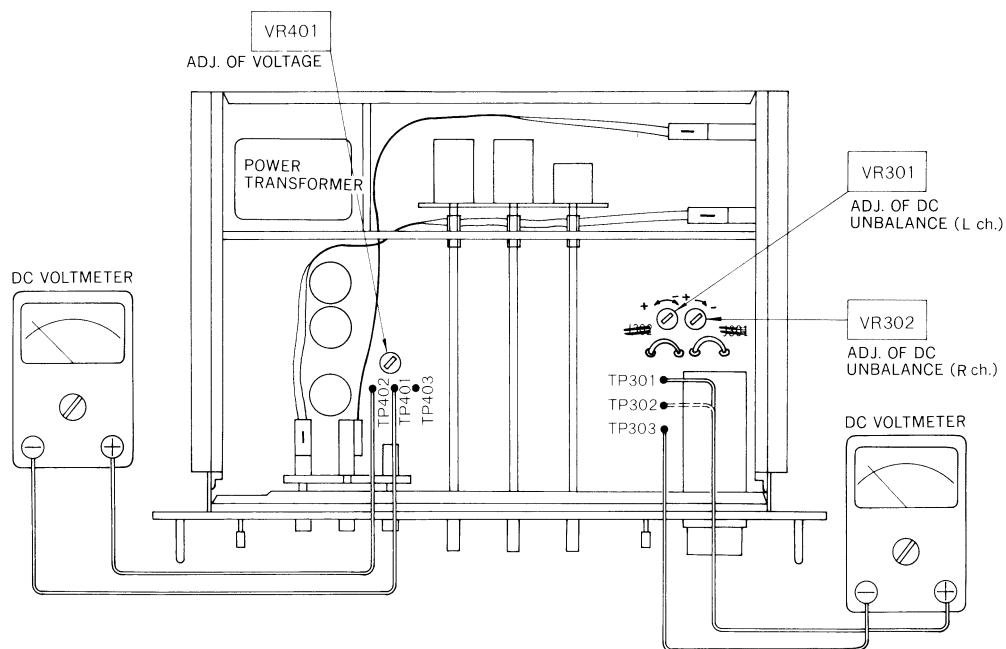

Fig. 1 (Abb. 1)
- ① For the left channel, connect the (–) terminal of the D.C. voltmeter to TP303 (ground), and the (+) terminal to TP301.
- ② In the 1 mV range of the D.C. voltmeter, adjust VR301 for 0 mV.
- ③ For the right channel, connect the (–) terminal of the D.C. voltmeter to TP303 (ground), and the (+) terminal to TP302.
- ④ In the 1 mV range of the D.C. voltmeter, adjust VR302 for 0 mV.
- **Diagramm für die abzustimmenden Teile (Abb. 1)**
- ① Den (–) -Anschluß eines Gleichstrom-Voltmeters* an TP401 (ground) und den (+) -Anschluß an TP402 anschließen, und VR401 auf –43V abgleichen.
- ① Für den linken Kanal, den (–) -Anschluß des Gleichstrom-Voltmeters an TP303 (ground) und den (+) -Anschluß an TP301 anschließen.
- ② VR301 im 1 mV Bereich des Gleichstrom-Voltmeters auf 0 mV abgleichen.
- ③ Für den rechten Kanal, den (–) -Anschluß des Gleichstrom-Voltmeters an TP303 (ground) und den (+) -Anschluß an TP302 anschließen.
- ④ VR303 im 1 mV Bereich des Gleichstrom-Voltmeters auf 0 mV abgleichen.
- Diagramme des sections devant être réglées (Fig. 1)